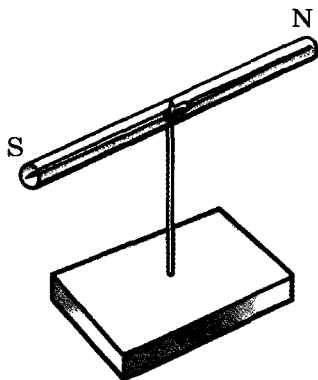

Рис. 18
**Индикатор магнитного поля.** Для изготовления этого прибора используют ученический ластик, который прокалывают в центре, закрепляя иглу острием вверх (рис. 18). В результате получают устойчивую подставку с вертикальной осью. Затем берут две одинаковые иглы с О-образными ушками и вставляют их с помощью кусачек в прозрачную трубочку длиной 30—50 мм, отрезанную от отработанного стержня для шариковой ручки. Иглы вставляют так, чтобы их ушки были взаимно перекрыты в середине трубочки. Затем в этом месте шилом прокалывают одну стенку трубочки с тем, чтобы сконструированную «магнитную стрелку» поставить на острие подставки. Иглы необходимо намагнитить. Для этого одним полюсом постоянного магнита (магнитной защелки от мебели) проводят несколько раз вдоль трубочки. После намагничивания стрелку устанавливают на острие иглы, и стрелка ориентируется в магнитном поле Земли. Тот ее конец, который показывает на север, окрашивают фломастером синего цвета, а противоположный — красного.